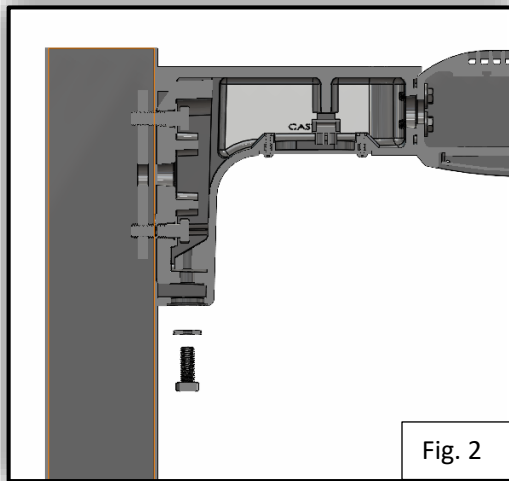

Fig. 2
- Fixer en place avec une rondelle Nord-Lock de 1/2« et un boulon à tête hexagonale à verrouillage de filetage de 1/2 »-13 X 1-1/4". Serrer à 45 ft-lb. **Fig. 2**